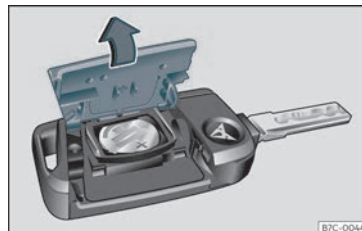

Fig. 67 Chave do veículo: abertura da tampa do compartimento da pilha
- Retire a tampa na parte traseira da chave do veículo »» Fig. 67 na direção da seta »» ❶.
- Coloque a tampa tal como se mostra »» Fig. 67 e pressione-a na carcaça da chave do veículo, no sentido contrário ao da seta, até que encaixe.
❶ CUIDADO